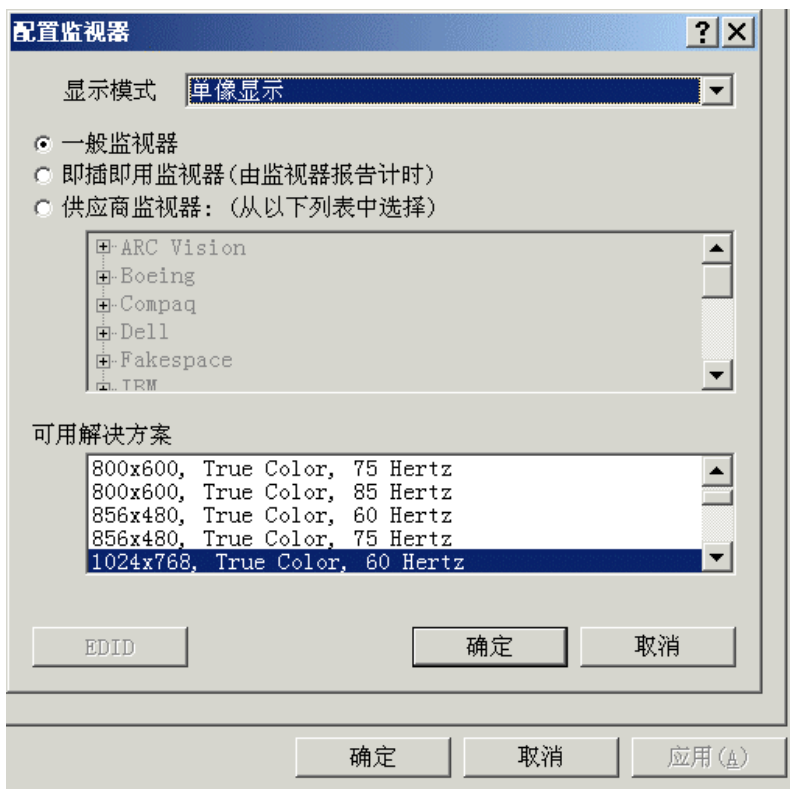

图 9. 配置监视器
3. 在“3Dlabs 监视器显示属性”对话框中，单击“配置监视器”以改变显示模式、选择监视器类型以及更改分辨率/刷新率（见图 9）。一旦您做了所需更改，单击“确定”以接受新的配置，并离开“配置显示”对话框。您将回到“3Dlabs 监视器显示属性”对话框。
2. 在“显示属性”下的“3Dlabs 监视器”选项卡上单击“配置监视器”。“配置监视器”对话框出现（见上面的图 9）。